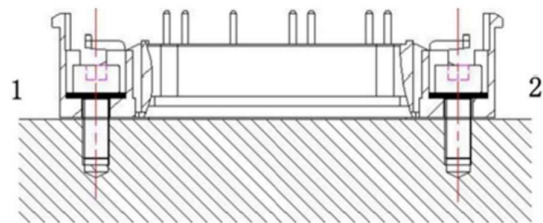

図6：締め付け順序
- ①ヒートシンクへのモジュールの取り付けは、以下の順序で行うことを推奨します： [図6]に示すように、1→2の順序で行ってください。
- ②まずネジを0.3Nm～0.5Nmのトルクで少し締め付けます。次に、2Nm～2.2Nmのトルクでヒートシンクにしっかりと締め付けます。
- ③ネジの長さは、ヒートシンクのネジ山の長さに合わせて選びます。ネジの長さはヒートシンクのネジ山の長さに合わせて選びます。最短5mmを推奨します。
- ④振動環境下で使用する場合は、滑り止めワッシャー付きのネジが必要です。